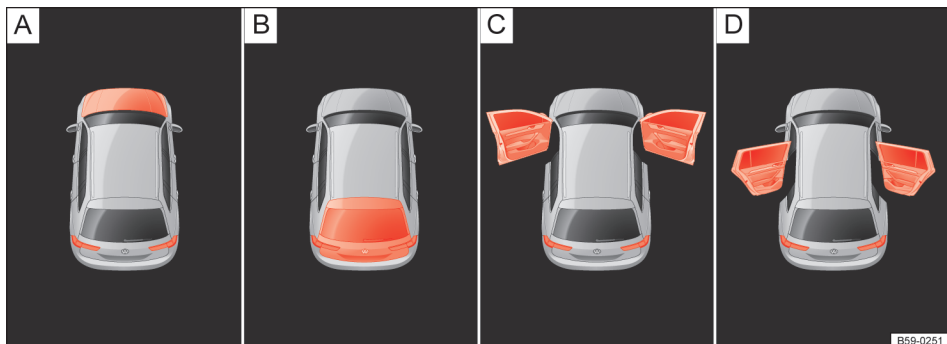

图 16 显示屏显示：[A] 发动机舱盖处于打开状态 [B] 行李厢盖处于打开状态 [C] 前车门处于打开状态 [D] 后车门处于打开状态
- 车门、发动机舱盖和行李厢盖未关闭→图 16
→图 16 说明：